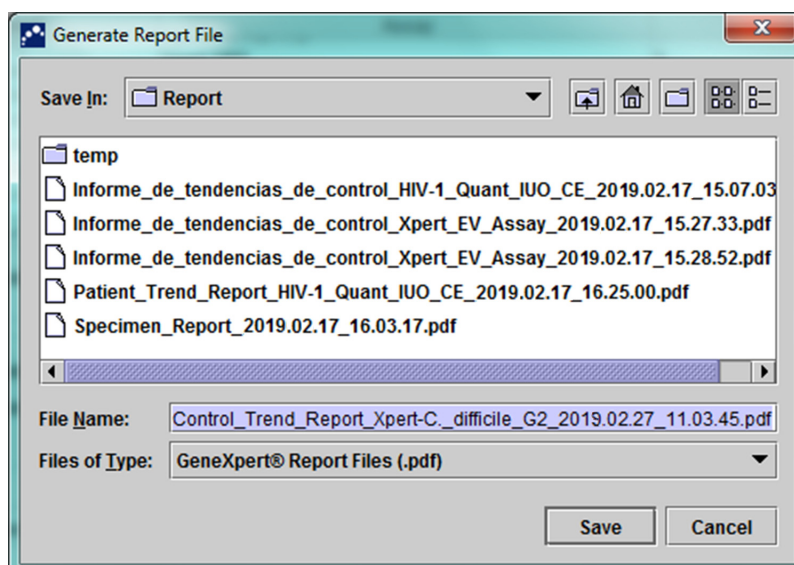

Figura 6-6. Caseta de dialog Generare fișier raport
- **Generare fișier raport (Generate Report File)** - Creează un fișier PDF și îl salvează în locația specificată de dvs. Faceți clic pe butonul **Generare fișier raport (Generate Report File)** din caseta de dialog Raport referitor la tendințele controlului (Control Trend Report) (consultați Figura 6-2 pentru tendințele analizelor calitative și Figura 6-4 pentru tendințele analizelor cantitative) pentru a crea fișierul PDF al raportului. Se afișează caseta de dialog Generare fișier raport (Generate Report File) (consultați Figura 6-6), care vă permite să salvați fișierul într-o locație specificată.